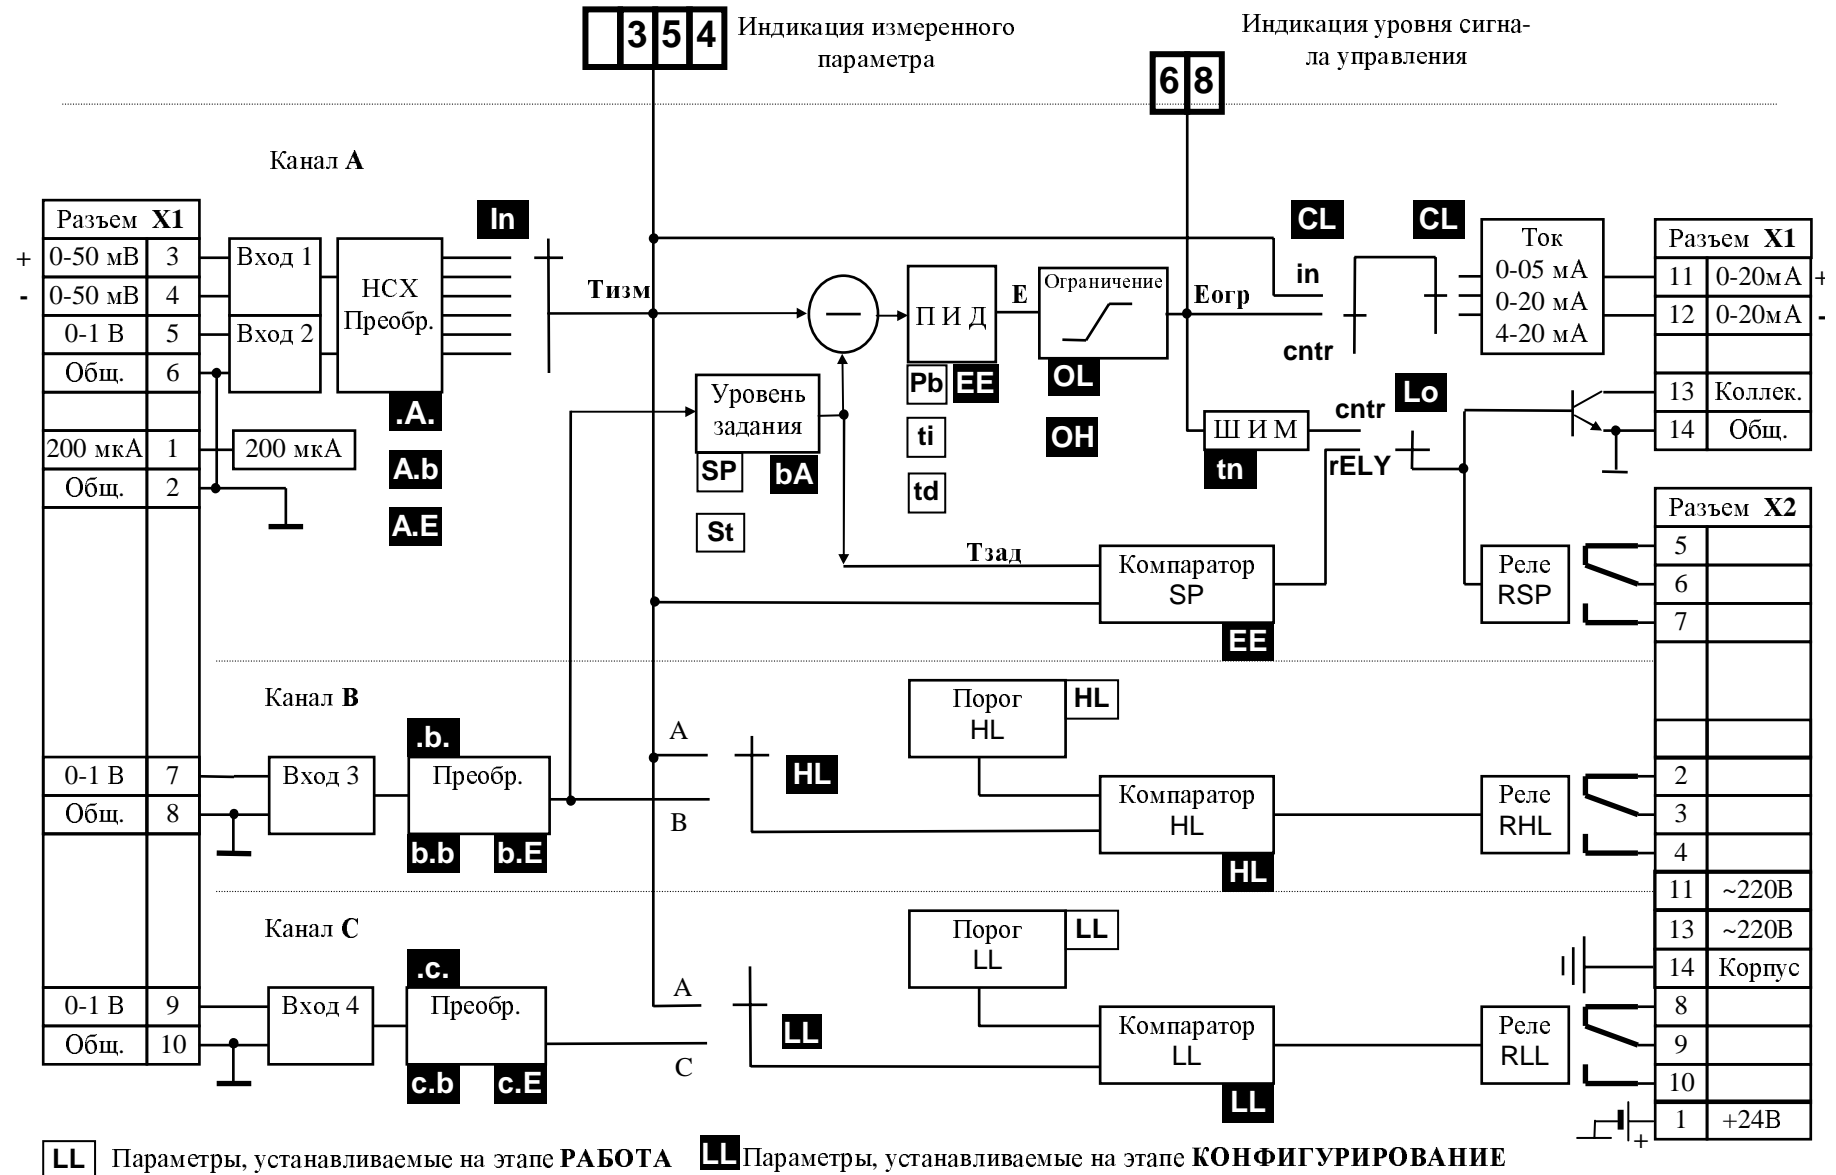

Рис.3.2. Функциональная блок-схема регулятора
3.3.1 Функциональная блок-схема регулятора Т-424 приведена на рис.3.2.
В каждом разделе описания функциональной схемы (а также на рис.3.2.) указаны параметры, которые задают порядок действия данного блока, а также даны ссылки на этапы работы с прибором, на которых можно просматривать и устанавливать эти параметры (см. Раздел 5.2.1. Этапы работы с прибором).
Прибор имеет четыре входа (см. рис.3.2.):
Сигнал управления  $E_{огр}$  преобразуется в широтно-модулированную последовательность импульсов с периодом  $t_n$ . Длительность импульсов  $V$  пропорциональна величине сигнала управления  $E_{огр}$ . Широтно-модулированная последовательность управляет транзисторным ключом и реле **RSP** (рис. 3.2).